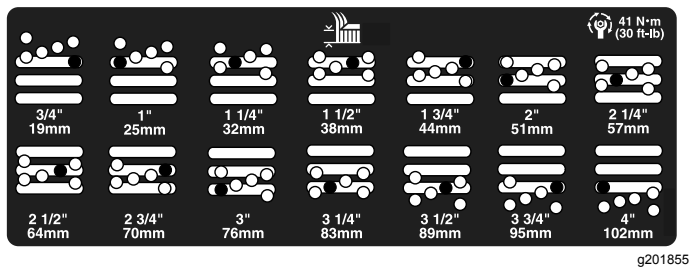

Figura 25
5. Mova a câmara para a altura de corte desejada e instale o espaçador no orifício e ranhura da altura de corte designada (Figura 25).